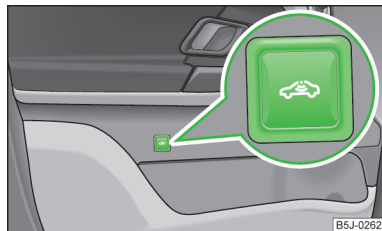

Fig. 34
- Pulse la tecla  » fig. 34 en la puerta del conductor.